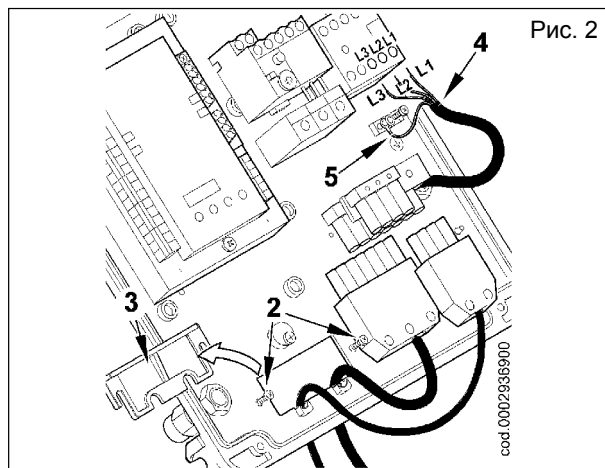

Рис. 2
- Снимите крышку, отвернув четыре винта (1), как показано на рисунке 1, не убирая прозрачное окошко. Так будет получен доступ к электрическому щиту горелки.
- Ослабьте винты (2). После того, как вы сняли кабельный зажим (3), пропустите через отверстие 7- и 4- штырьковый разъёмы (см. рис. 2). Подсоедините токоподводящие провода (4) к дистанционному выключателю, закрепите заземляющий провод (5) и затяните соответствующий кабельный зажим.
- Установите зажимную пластинку, как показано на рисунке 3. Поверните эксцентрик (6) так, чтобы пластинка должным образом надавила на два провода. После этого затяните крепежные винты пластинки. Наконец, соедините два разъёма, 7- и 4-штырьковый.
- Чтобы закрыть крышку электрического щита, закрутите 4 винта (1) на момент затяжки примерно 5 Нм для обеспечения должной прочности. После этого, чтобы получить доступ к панели управления (8), отцепите прозрачную дверку (7), слегка надавив каким-нибудь инструментом (например, отверткой) в направлении, указанном стрелками на рисунке 4, продвиньте немного и отделите от крышки.
- Для правильного расположения прозрачного окошка на щите поступайте в соответствии с рисунком 5: поместите крючки в соответствующие гнёзда (9) и продвигайте окошко в направлении, указанном стрелкой, до тех пор, пока не услышите лёгкий щелчок. Теперь должное уплотнение гарантировано.